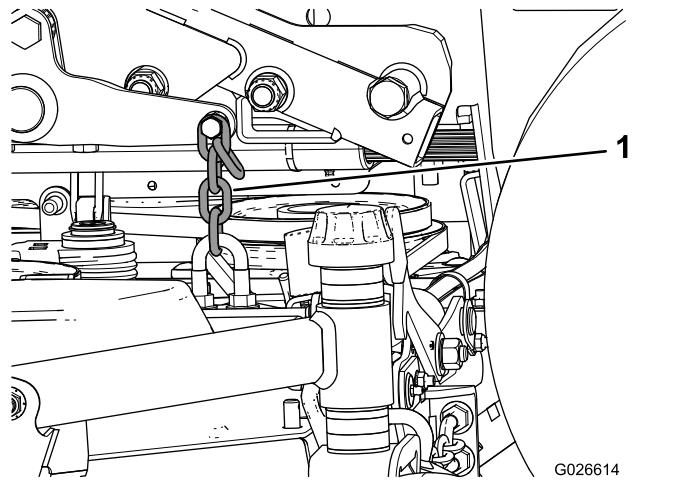

Bild 18
- B. Befestigen Sie die linke hintere Hubkette mit einer Schraube und zwei Muttern an der **Außenseite** der Hubhalterung (Bild 18).